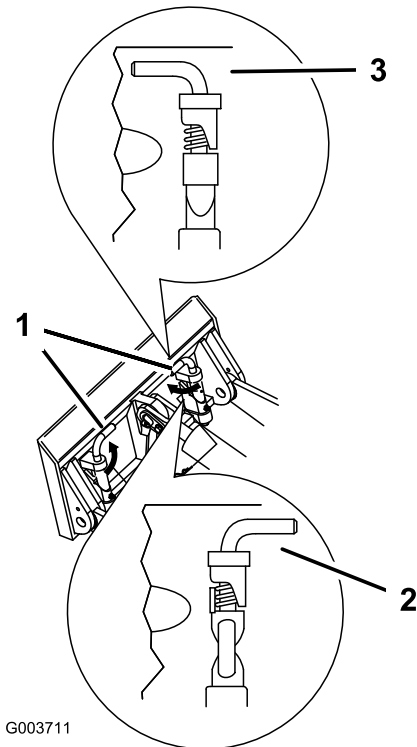

Figure 14
7. Engagez complètement les goupilles à fixation rapide dans la plaque de montage (Figure 14).